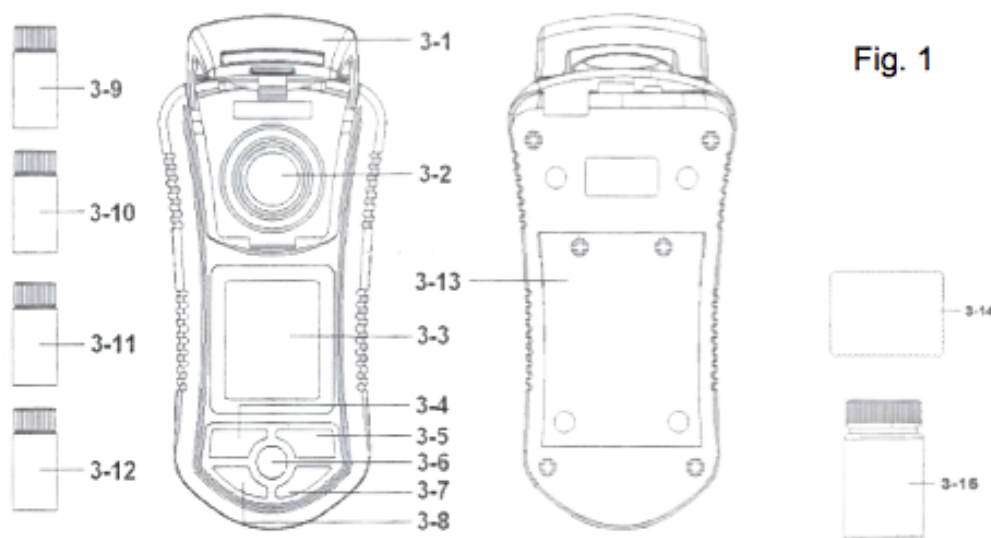

Fig. 1
- 1) Hay una marca blanca en el filete del contenedor (3-2 en la Fig.1) y hay otra marca blanca en la botella de prueba (3-9, 3-10, 3-11, 3-12 Fig.1), refiérase a la Fig.2.
- 4) Antes de la medición deberá colocar la tapa (3-1, Fig. 1)
- 2) Inserte la botella de prueba en el fondo del contenedor. (3-2, Fig.1).
- 3) Coloque la tapa en posición (3-1, Fig.1) correctamente.
- 4) Encienda el instrumento presionando el botón "POWER" (3-6, Fig.1)
- 5) Presione el botón de prueba (3-5, Fig.1) una vez y la pantalla despliega "TEST", en seguida la pantalla parpadeará por aproximadamente 10 segundos. Después el valor de Turbiedad será desplegado en pantalla junto a la unidad NTU.
LAVAR Y ENJUAGAR. Cuando termine de hacer una prueba, por recuerde lavar (enjuagar) la botella de pruebas con la solución limpiadora (agua destilada, 3-17, Fig.1).
Si al medir un valor de referencia a cero "0" NTU la pantalla no muestra ese valor, la referencia se ha desfasado y requiere un ajuste. Presione y mantenga presionado el botón "ZERO" (3-7, Fig.1) hasta que la pantalla muestre el valor de "CERO".
5) Botones necesarios para calibración: Escape (3-4 Fig.1) y TEST/CAL (3-5 Fig.1)
- b. Presione el botón "CAL" (3-5 Fig.1) continuamente por al menos 3 segundos hasta que la pantalla muestre el texto CAL. Libere el botón.
d. Presione el botón "CAL" (3-5 Fig.1) una vez, entonces la pantalla desplegará el texto CAL por al menos 10 segundos de manera intermitente.
a) Encienda el instrumento (ya sea que haya colocado o no el frasco de solución estándar en el contenedor o no). Presione el botón “CAL” (3-5, Fig.1) continuamente por al menos 3 segundos hasta que la pantalla despliegue “CAL”. Entonces libere el botón. La pantalla muestra:
c) Presione una vez el botón “HOLD” (3-4, Fig.1) y la pantalla mostrará:
a. Presione “HOLD” (3-4, Fig.1) nuevamente y la pantalla cambiará así